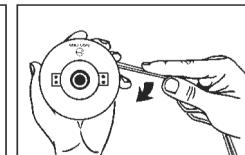

Fig. 8C
5. Wickeln Sie den Schneidfaden im Uhrzeigersinn auf die Spule wie in Fig. 8C aufgezeigt. Achten Sie auf feste Spannung und darauf, dass sich die beiden Fadenhäften im jeweiligen separaten Spulengehäuse befinden. Wickeln Sie den Faden auf bis jeweils 6" (15 cm) Fadenlänge verbleiben.